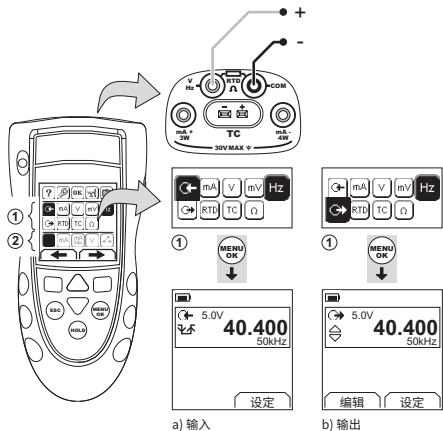

图 6：示例配置 - 测量/供电脉冲 (Hz)
1. 连接设备 (图 6)，如果有必要，调整设置 (表 1)。